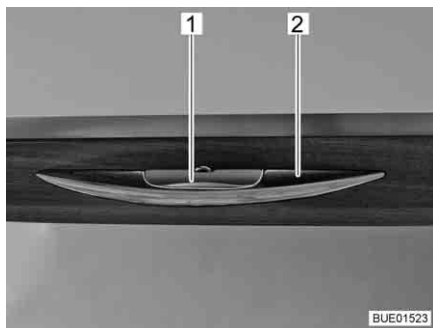

Fig. 82 Poignée avec barre de déverrouillage
- Pousser la barre de déverrouillage (Fig. 82,1) et la maintenir poussée.
- Tirer sur la poignée (Fig. 82,2) jusqu'à ce que l'abattant de placard s'ouvre.